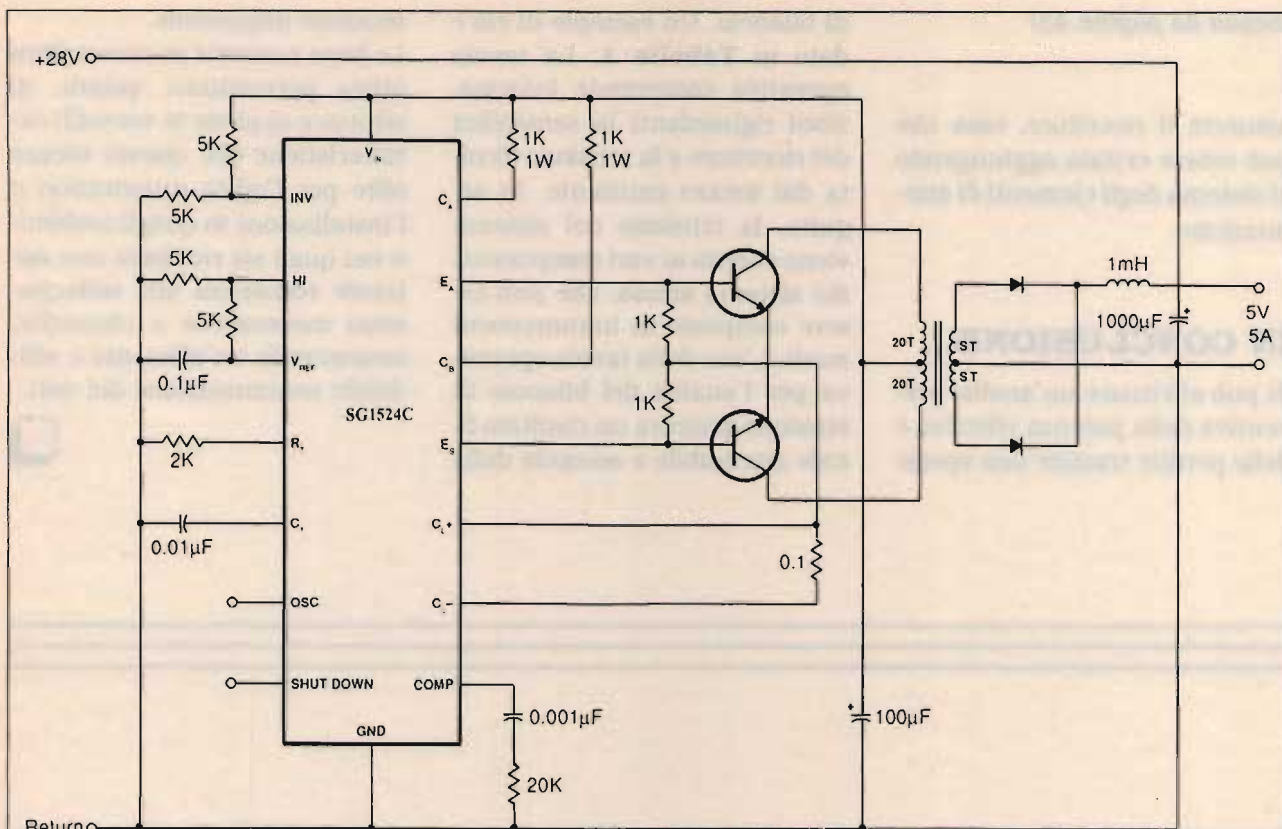

Figura 5. Circuito d'impiego dell'SG1524 per produrre in uscita una tensione di 5 volt a 5 ampere.
**4** mostra la loro piedinatura. La famiglia degli SG1524 possiede internamente uno stabilizzatore a +5 volt con un margine d'errore inferiore all'1%, per tutta la circuiteria interna. L'ingresso positivo è quello negativo sono collegati a un comparatore interno, che a tempi alterni attiva un modulatore ad ampiezza d'impulso (PWM), costituito da un generatore di rampa, da un comparatore di alta velocità e da un amplificatore d'errore. Il PWM compie le necessarie operazioni di commutazione per la regolazione di tensione; vi è anche un interruttore interno (visibile al piedino 10) che evita i problemi dovuti a un eventuale abbassamento di tensione. La **figura 5** mostra una tipica utilizzazione dell'SG1524C in cui una tensione in ingresso di